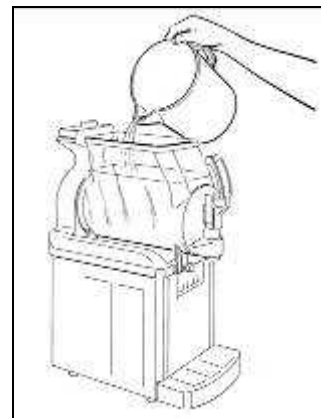

Abb. 12
- Füllen Sie den Behälter mit lauwarmem Wasser (Abb. 12), schließen Sie die Deckel und schalten Sie das Rührwerk für einige Minuten ein (alle LEDs ausgeschaltet).